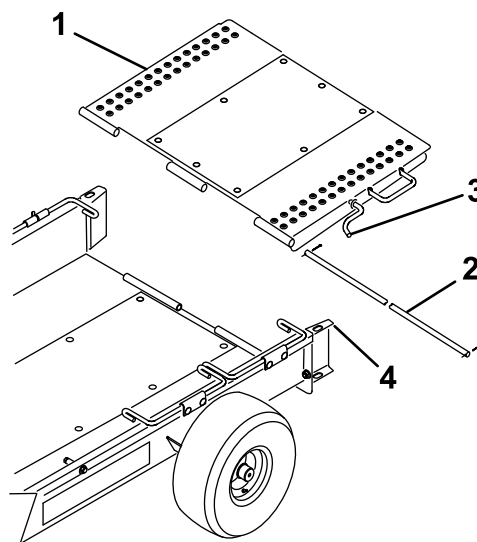

图4
6. 将拖车坡道向上转动并将坡道门锁挂入车轮导轨顶部的孔中图4。
5. 用铰链杆和 2 个开口销将拖车坡道安装到拖车底板的后面图4。
8. 将拖车坡道向上转动并将坡道门锁挂入车轮导轨顶部的孔中图4。